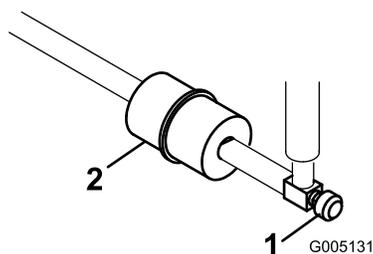

図 41
燃料フィルタはインラインタイプで、燃料タンクとキャブレタの間に設置してあります 図 41。
- 燃料バルブを閉じ、フィルタのキャブレタ側についているホースクランプをゆるめ、燃料ラインからフィルタを外す 図 41。
- フィルタの下に容器を置き、もう一方のクランプも外してフィルタを取り出す 図 41。